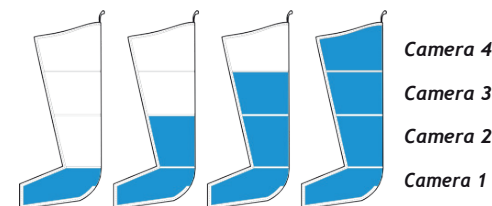

Figura 1 - Modul de ciclu secvențial
- Se aplică un masaj direcțional, începând de la baza zonei tratate și progresează în sus spre trunchi, apoi se eliberează. (a se vedea figura 1)